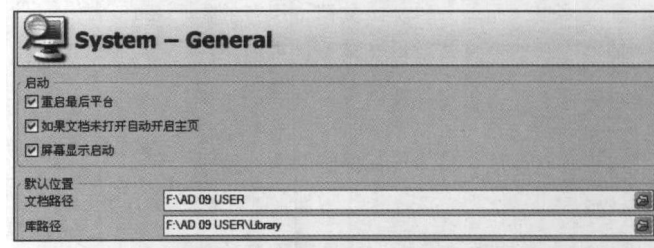

图2
(2) 单击左上角的系统图标 ，弹出系统设置菜单，单击“优先选项”弹出如图2所示的对话框，在此可以设置打开、保存文档及所使用元件库的默认路径。